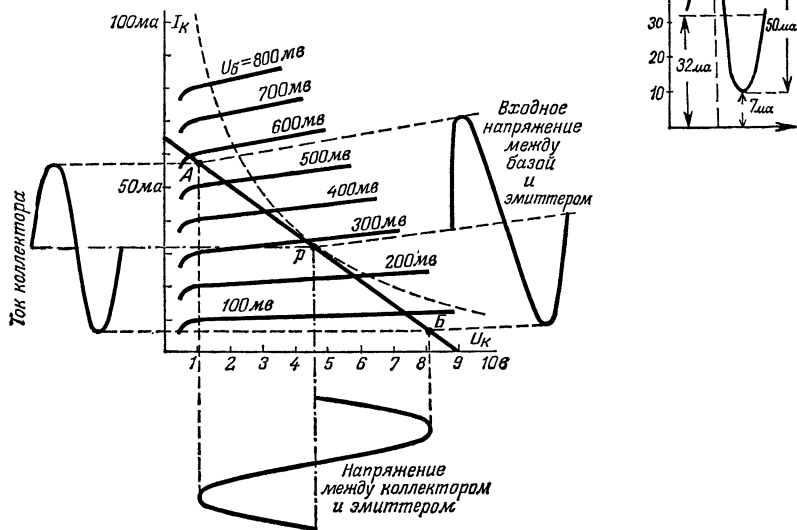

Рис. 98. На графике видно, как ток коллектора изменяется под воздействием приложенного на вход сигнала. Последний имеет максимально допустимую амплитуду.
**Н.** — Довольно забрасывать меня этими требованиями. Я признаюсь, что согрешил от избытка наивной гордости. И тем не менее дело выгладит достаточно просто, когда прибегают к помощи семейства характеристик и нагрузочной прямой (рис. 98). Наш входной сигнал (сигналом можно считать как напряжение, так и ток) имеет право занимать часть нагрузочной прямой, ограниченную двумя точками: с одной стороны точкой А, где начинается изгиб характеристик, а с другой — точкой В, в которой ток базы приближается к нулю.